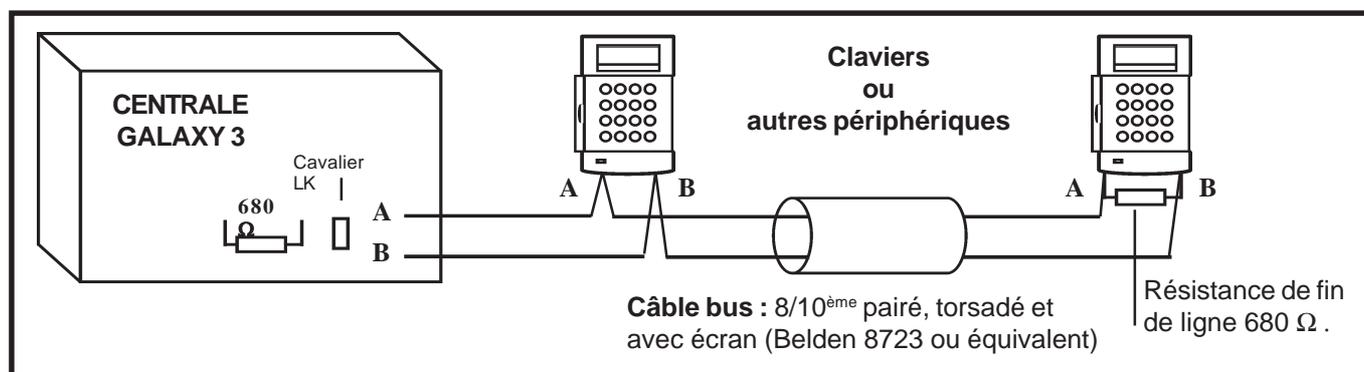

Figure 2-12. Exemple de configuration " Résistance fin de ligne ".
2. Câbler les deux lignes depuis les bornes A et B du bus de la centrale, conformément à la figure 2-12.